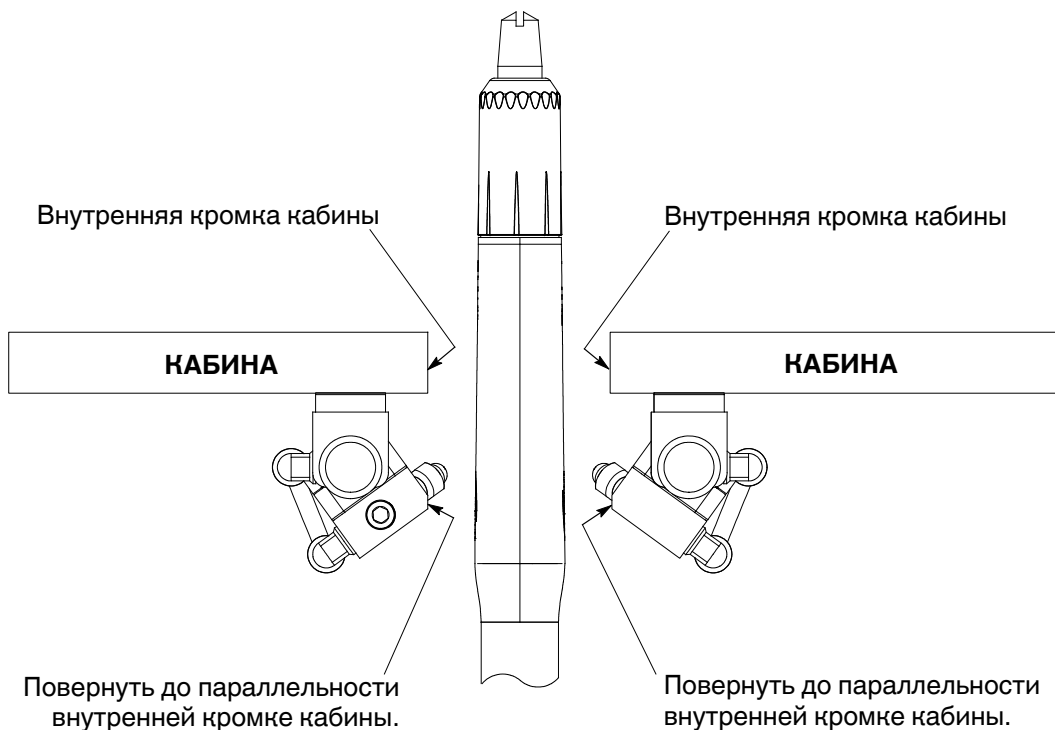

Рис. 6 Юстировка манифольда относительно кромки паза распылителя в кабине
2. Повернуть манифольд так, чтобы его скошенная поверхность установилась параллельно внутренней кромке паза распылителя в кабине согласно рис. 6. Зафиксировать манифольд, затянув зажимные винты М6.